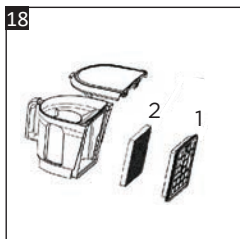

Fig. 18
3. Tire de las 2 pestañas de plástico en el medio del filtro HEPA (23) para quitarlo de la parte posterior del depósito de polvo (Fig. 18).
4. Luego saque el filtro de esponja (22) del filtro HEPA.